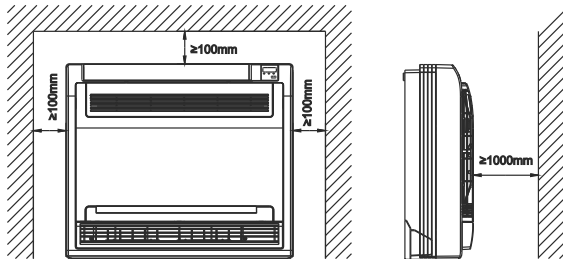

Fig.43-2
- Que haya suficiente espacio para la instalación y tareas de mantenimiento (vea Fig. 43-2 y 43-3)